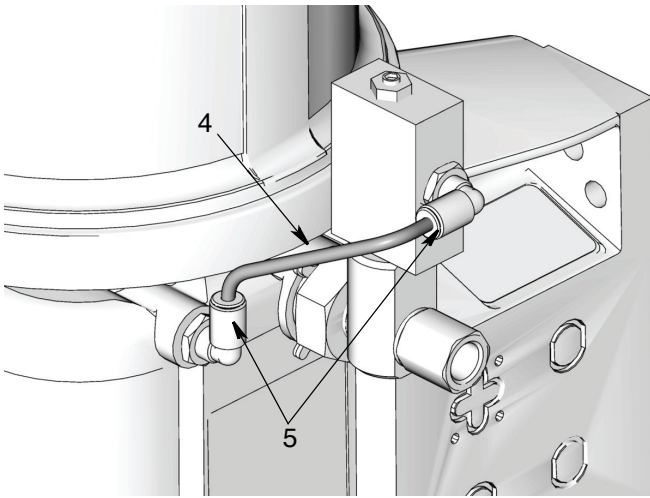

FIG. 7
14. Installare il tubo tra i due raccordi (5) a gomito (FIG. 7).